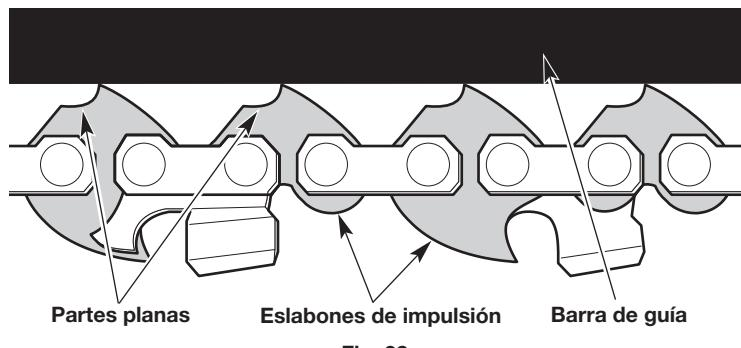
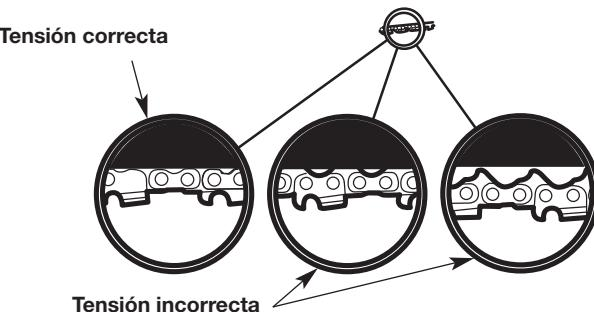

Fig. 38
Fig. 42
Controle la tensión de la cadena antes y durante la operación. La sierra se expandirá a medida que se calienta durante la operación. Ajuste la tensión de la cadena siempre que las partes planas de la cadena de la sierra sobresalgan del surco de la barra (Fig. 38 y Fig. 42).
- Gire el anillo de tensión de la cadena en el sentido contrario a las agujas del reloj para aflojar la cadena de la sierra.La cadena de la sierra deberá encajar justo contra la parte inferior de la barra guía. No debe haber ninguna flojedad (Fig. 42).